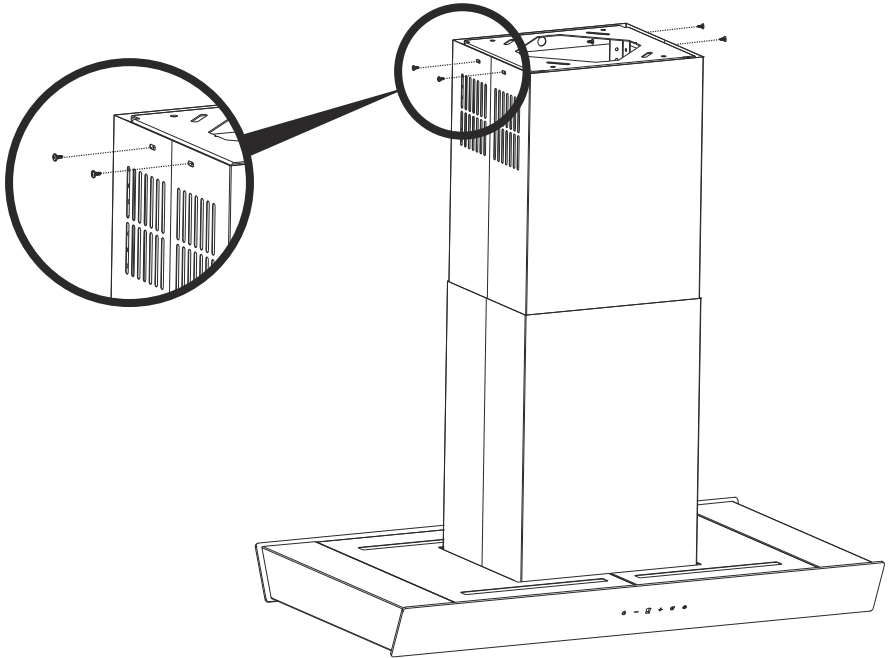

Fig. 11
- ➔ Lyft nu upp den inre skorstenen ända upp till taket och skruva fast den på takplattan med 3,5 x 9,5 skruvar (Fig. 11).